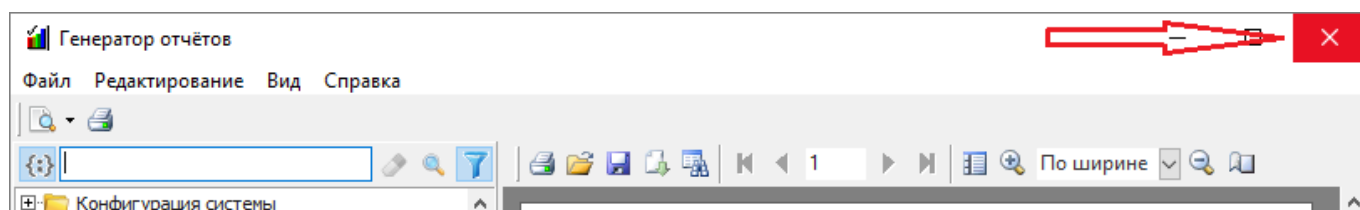

Рисунок 11-347 Завершение работы Генератора отчетов по кнопке "х"
- нажмите кнопку «х» в правом верхнем углу главного окна Генератора отчетов (см. Рисунок 11-347).